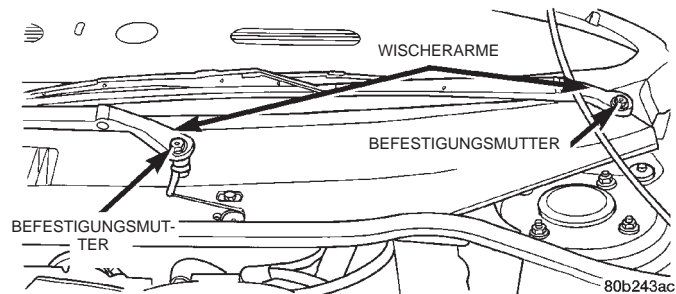
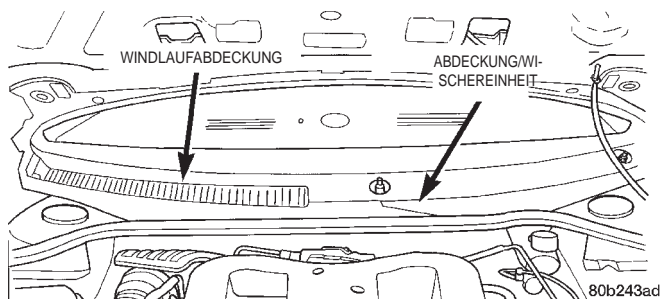

Abb. 53 Befestigung des Wischerarms am Gelenkbolzen
Abb. 54 Abdeckung/Wischereinheit und Windlaufabdeckung
(2) Die Schutzkappen von den Gelenkbolzen beider Wischerarme abnehmen, um die Befestigungsmuttern der Wischerarme freizulegen. Die Muttern (Abb. 53) lösen, mit denen die Wischerarme an ihren Gelenkbolzen befestigt sind.
(3) Wischerarme von den Gelenkbolzen abnehmen. Die Wischerarme hierzu an den Gelenkbolzen hin und her bewegen, bis sie von den Gelenkbolzen abgezogen werden können.
(4) Abdeckung der Wischereinheit und Windlaufabdeckung (Abb. 54) vom Fahrzeug abbauen.
(11) Die Abdeckungen (Abb. 54) auf Wischereinheit und Windlauf setzen. Befestigungsschrauben eindrehen und gut festziehen.
(12) Das Massekabel der Batterie wieder an den Massestehbolzen auf dem Federbeindom anschließen.
(13) Scheibenwischer ein- und wieder ausschalten, um diese für den Einbau der Wischerarme in die richtige Stellung zu bringen.
(14) Wischerarme (Abb. 53) auf die Gelenkbolzen setzen. Die Muttern zur Befestigung der Wischerarme an den Gelenkbolzen ansetzen und gut festziehen. Schutzkappen zur Abdeckung der Gelenkbolzenmuttern wieder auf die Wischerarme setzen.
(15) Bremskraftverstärker und Bremsanlage auf korrekte Funktion prüfen.